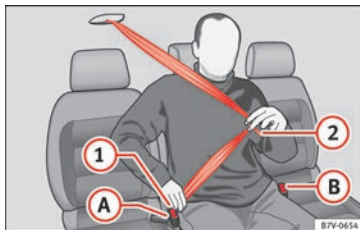

Abb. 89 Sicherheitsgurt am mittleren Sitz in der zweiten Sitzreihe anlegen.
- Gurtband an der Schlosszunge » Abb. 89  nach unten ziehen. **Den** Gurt nicht verdrehen » .
- Gurtband an der Schlosszunge » Abb. 89  über den Beckenbereich des Insassen ziehen.
- Rote Taste im Gurtschloss »» **Abb. 89 A** drücken. Die Schlosszunge springt heraus.
- Rote Taste im Gurtschloss »» **Abb. 89 B** drücken. Die Schlosszunge springt heraus.